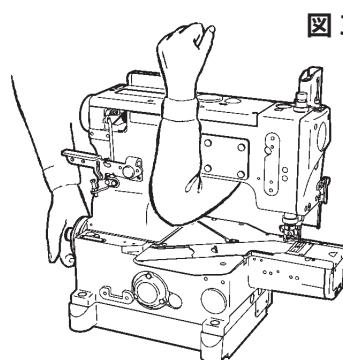
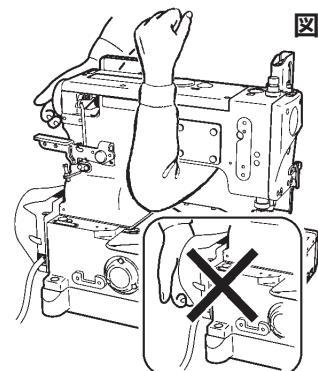

図3
図4
2. ミシンヘッドの移動は右手でブーリーをつかみ、アームに左手をかけて、しっかり持ってください。(図3、図4)
モータ部を持ってミシンを搬送しないでください (図4